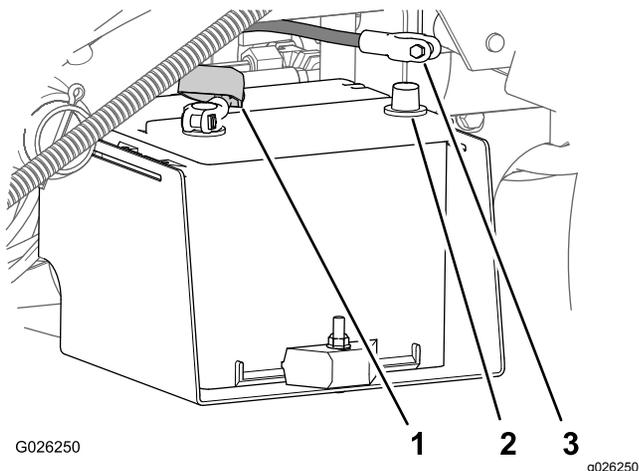

Рисунок 5
- Подсоедините положительный кабель (красный) к положительной клемме (+) аккумулятора и закрепите кабель болтами и гайками (Рисунок 5).